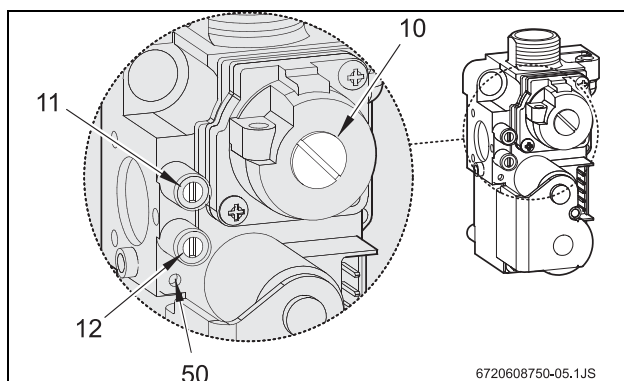

Fig. 21 Valvola gas
- ▶ Smontare il tappo della vite di regolazione (Fig. 21, pos. 10).